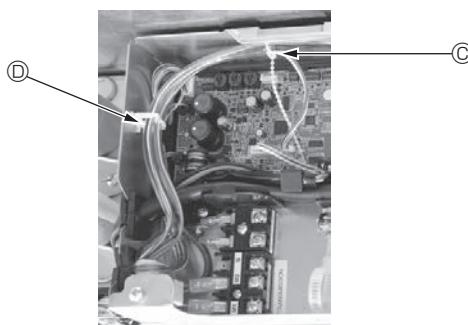

Fig. 6-15
- Coloque las partes sobrantes de los cables de enlace del sensor i-See y del receptor de señales en la caja de componentes eléctricos en el clip para cables de la forma mostrada en el diagrama, y sujeté los cables con el remache. (Fig. 6-15)